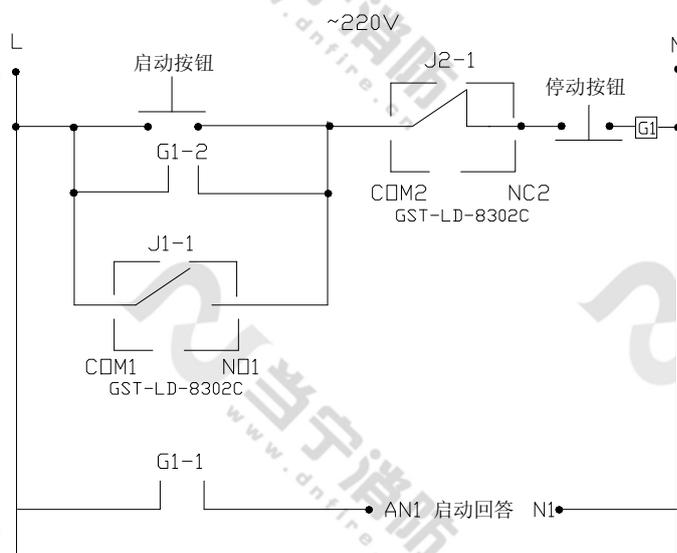

图 13
d. 两只 GST-LD-8302C 切换模块与消防水泵接线示意图如图 13（脉冲输出方式）。